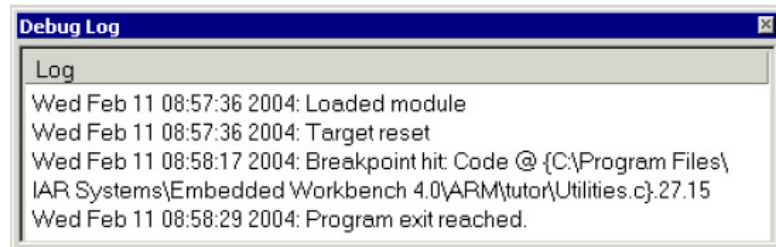

图 21. Debug Log 窗口
- ① 选择主菜单 Debug > Go 或工具条上的 Go 按钮。因为只有一个断点，所以程序一直执行到结束。同时在 Debug Log 窗口显示已经到达程序 exit 的消息，见图 21。